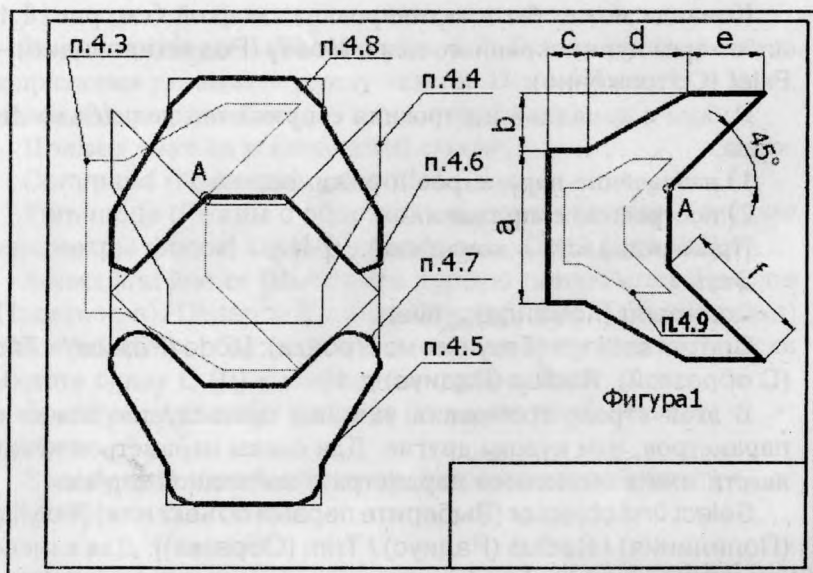

Рис. 4.2. Чертеж к практической работе 4
4.2. Начертите Фигуру 1, представленную на рис. 4.2. Начните с точки А(350,210). Размеры фигуры по вариантам представлены в табл. 4.1.
4.4. Поверните копию Фигуры 1 на угол  $90^\circ$  против часовой стрелки относительно точки А (см. рис. 4.2).
4.5. Переместите копию Фигуры 1 вертикально вниз на расстояние 100 мм (см. рис. 4.2).
4.6. Создайте зеркально расположенную копию, командой Mirror (Зеркало) (см. рис. 4.2).
4.7. Выполните четыре сопряжения радиусом 8 мм для одной из копий Фигуры 1 (см. рис. 4.2).
4.8. Выполняем 4 фаски для верхней фигуры. Размеры катетов 7 мм (см. рис. 4.2).
4.9. Уменьшите исходную Фигуру1 в два раза (см. рис. 4.2).